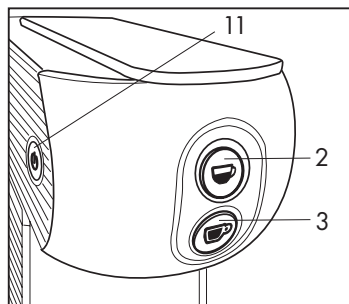

Fig. 11
- Contrôler qu'il n'y a pas de capsules à l'intérieur et allumer la machine en actionnant l'interrupteur principal (11).
- Fermer le support petite tasse (10) et poser une grande tasse vide sous le bec de distribution (4).
**Grande tasse :** Presser et gardé la touche enfoncée (3). La machine commencera à distribuer l'eau. Une fois que le niveau d'eau désiré est atteint lâcher la touche (3). La machine interrompra alors la distribution d'eau et la quantité restera mémorisée pour les distributions futures. **(Fig.11)**
**Petite tasse :** Presser et garder la touche enfoncée (2). La machine commencera à distribuer l'eau. Une fois que le niveau d'eau désiré est atteint lâcher la touche (2). La machine interrompra alors la distribution d'eau et la quantité restera mémorisée pour les distributions futures. **(Fig.11)**